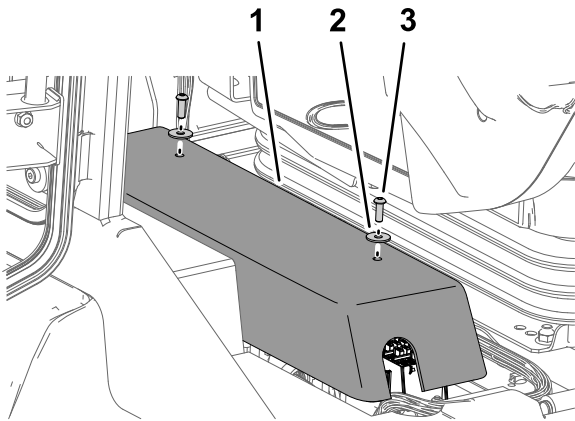

Figura 41
1. Retire los 2 pernos de cabeza allen ( $\frac{1}{4}$ " x  $\frac{3}{4}$ ") y las 2 arandelas ( $\frac{1}{4}$ ") que sujetan la cubierta del controlador del panel eléctrico a la base de los relés, y retire la cubierta (Figura 41).
4. Alinee los taladros de la cubierta del controlador con los taladros de la base de los relés (Figura 41).
5. Monte la cubierta del controlador en la base de los relés con los 2 pernos de cabeza allen ( $\frac{1}{4}$ " x  $\frac{3}{4}$ ") y las 2 arandelas ( $\frac{1}{4}$ ") que retiró en el paso 1 (Figura 41).